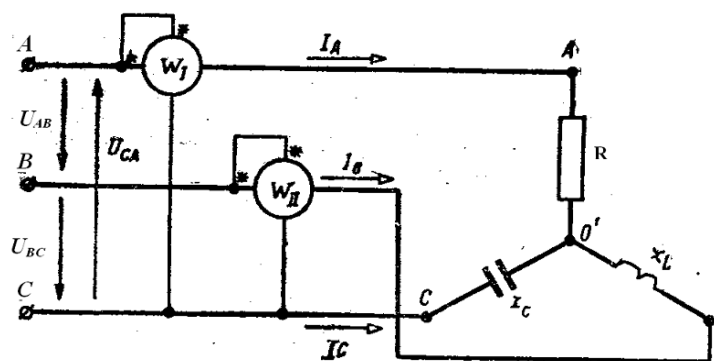

Рисунок 1
2. Для цепи, изображенной на рис. 1, определить токи I_A , I_B , I_C , показания ваттметров, активную мощность P цепи, если линейные напряжения $U_{AB} = U_{BC} = U_{CA} = 220$ В, $R = 44$ Ом; $x_c = 44$ Ом, $x_L = 44$ Ом.